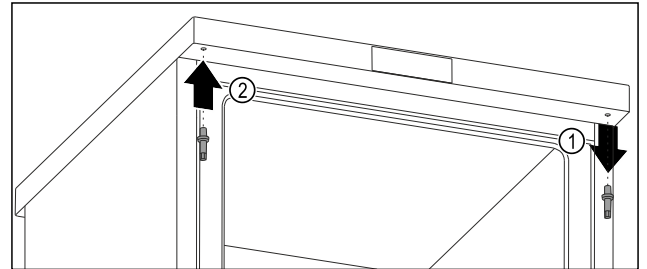

Fig. 21
- ▶ Oberen Bolzen mit Außensechskantschlüssel herausdrehen. Fig. 21 (1)
- ▶ Bolzen auf der Gegenseite mit Außensechskantschlüssel festschrauben. Fig. 21 (2)